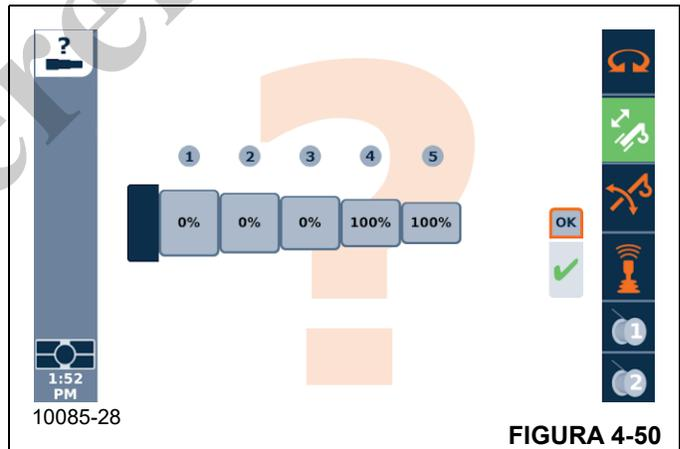
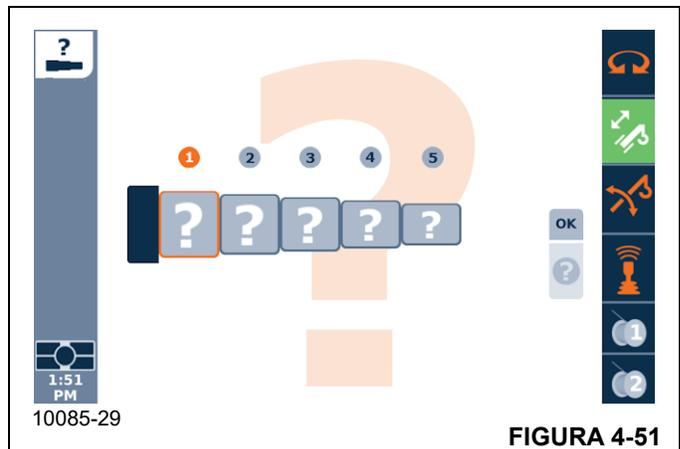

FIGURA 4-50
FIGURA 4-51
- Cuando cada uno de los cuadros se haya ajustado con el valor o indicación correcto, puede usarse un botón Intro en la opción OK de la pantalla. Si el sistema de control confirma esta configuración de pluma, aparece un signo de verificación bajo la opción OK (como en Figura 4-50). De lo contrario, permanece el signo de interrogación bajo OK (como en la Figura 4-51); en este caso, el operador debe salir de la pantalla y repetir el intento de ingresar la configuración real de la pluma.